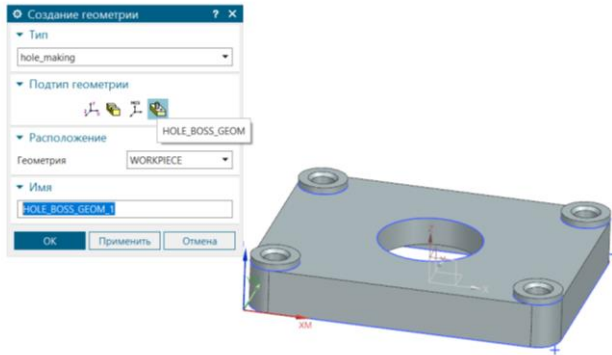

Рисунок 2.23 – Вкладка hole boss geom
- 12) Обробка фаски на отворах. Для цього створимо геометричну групу отворів: «Создание геометрии» – holl boss geom (рис. 2.23).